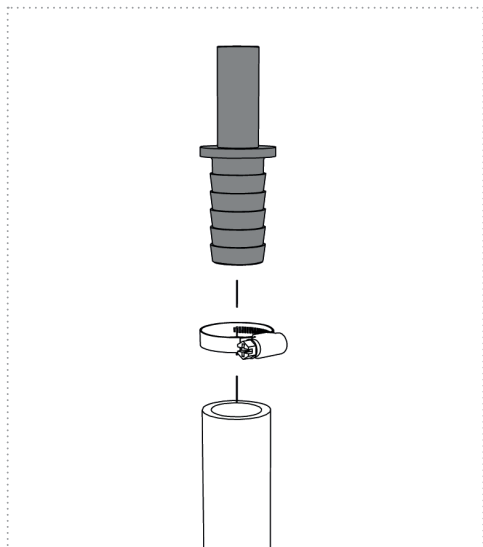

Figure 8
3. Fixez l'unité de signalisation avec 2 vis sur un mur (Figure 8). L'unité de signalisation peut être installée dans un rayon de 40 cm autour du réacteur. ③
2. Enfilez le tuyau venant de la pompe sur l'« embout à enficher » adapté fourni et fixez-le avec un collier de serrage (Figures 8 et 9a).
3. Enfilez le tuyau partant de l'unité UV sur l'« embout à enficher » adapté fourni et fixez-le avec un collier de serrage (Figures 8 et 9a).